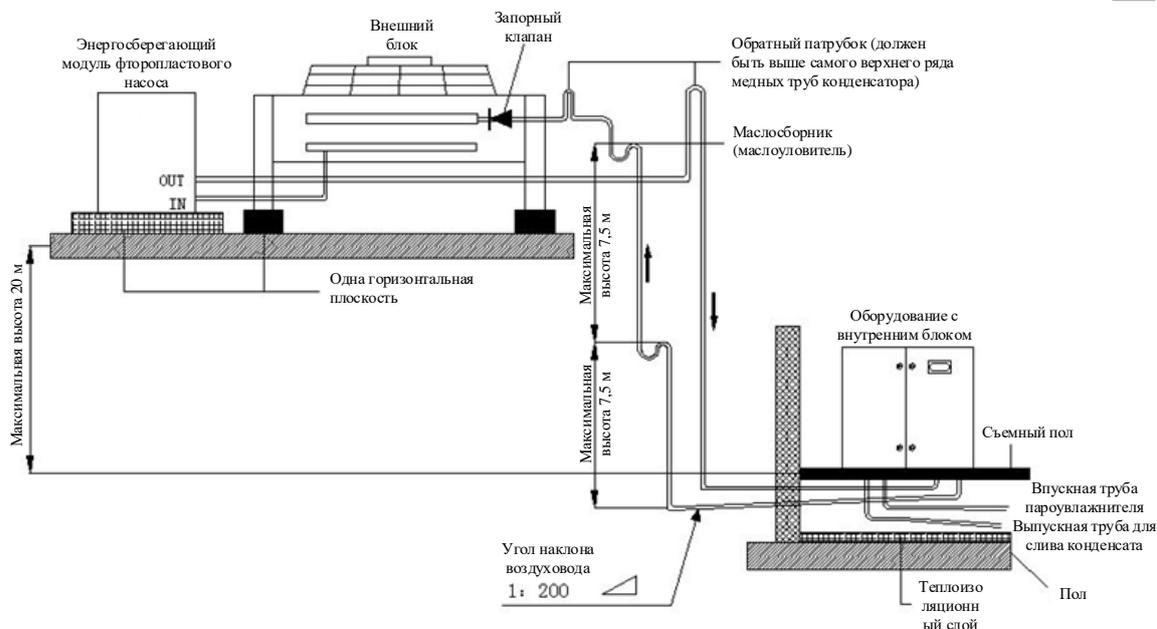
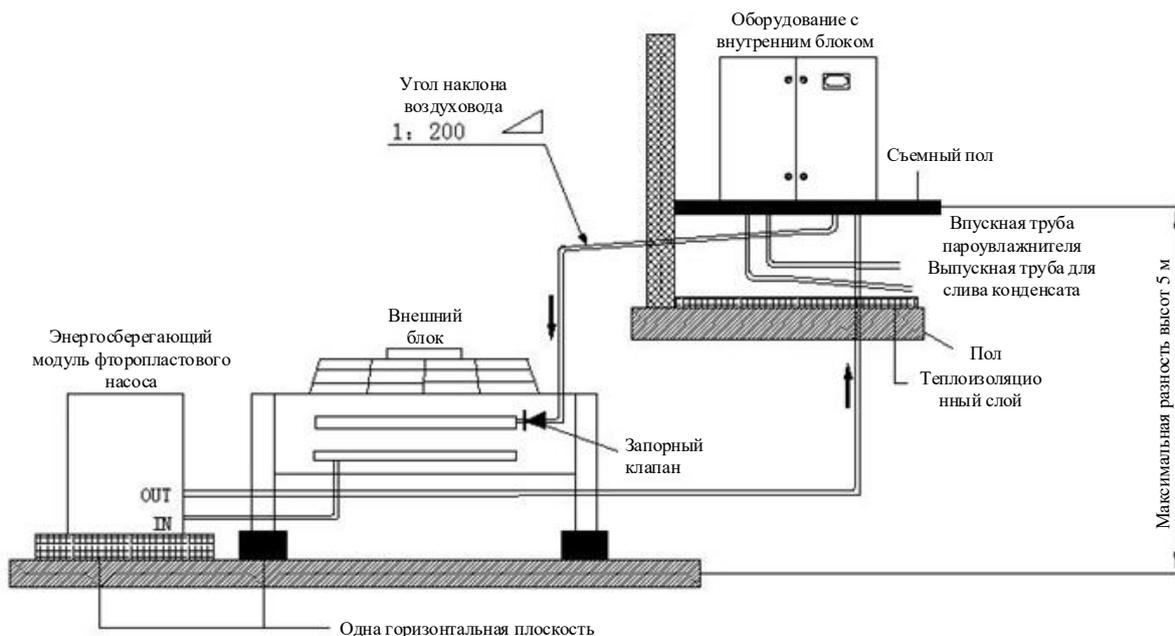

Рис. 2-14 Схема монтажа, при котором конденсатор находится выше компрессора
Рис. 2-15 Схема монтажа, при котором компрессор находится выше конденсатора
Общий способ монтажа комнатного кондиционера с естественным охлаждением фторопластовым насосом см. на рис. Рис. 2-14 и Рис. 2-15.
1. Если конденсатор расположен выше компрессора (см. Рис. 2-14), то необходимо дополнительно установить обратные патрубки на впускной и выпускной трубах конденсатора, чтобы избежать обратного потока жидкого хладагента во время остановки;
Если эквивалентная длина трубопровода превышает 30 м, то необходимо добавить удлинительный компонент. Удлинительный компонент включает электромагнитный клапан и устанавливается при выпуске блока с завода. Обратный клапан необходимо приварить к внешнему блоку на рабочей площадке. Место монтажа - входное отверстие воздухопровода внешнего блока. См. Рис. 2-14.